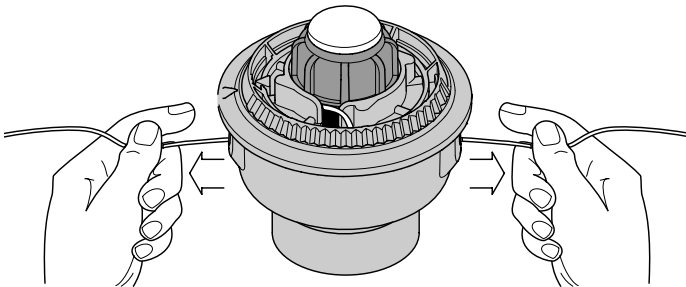

Fig. 13
9. Si el bobinado de la línea se torna dificultoso o la línea se enreda, tire de los extremos de la línea de la bobina. Continúe bobinando el carrete interior en sentido antihorario (Fig. 13).
4. Sostenga el carrete interior en su lugar e instale la perilla percusiva, el resorte y el sello de espuma presionando y girando la perilla percusiva en sentido horario. Tome los extremos y tire con firmeza para soltar la línea de las ranuras de fijación en el carrete interior. (Fig. 13).
Si el SpeedSpool® no suelta línea en forma correcta, tire firmemente de los extremos de la línea de la bobina (Fig. 13). Si al hacer esto la línea no se suelta, siga las instrucciones de limpieza del SpeedSpool® a continuación.